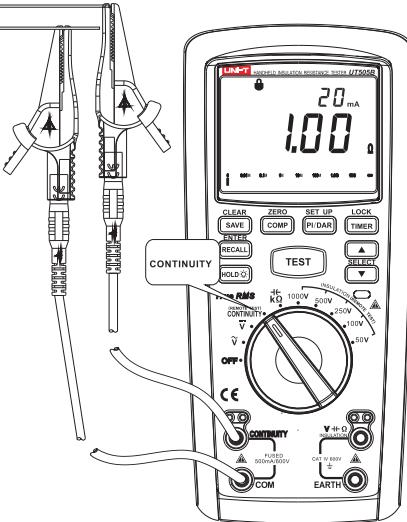

图6
3、CONTINUITY测量(见图6)
- ① 将红色表笔插入“CONTINUITY”插孔(红色孔), 黑色表笔插入COM插孔(黑色孔)。
- ② 将转盘开关旋转置“CONTINUITY”档位, 并将表笔并联到待测电路中。
- ③ 按下“TEST”按钮, 显示屏显示测量值。
- ④ 在测量过程中如果想保存测量电压值只需按下“SAVE /CLEAR”按键即可保存。
- ⑤ 为了保证测量准确度, 测量前需对仪表表笔做归零, 目的是去除表笔带来的误差; 具体操作为先将两表笔的鳄鱼夹短路, 按下“TEST”按键后, 屏幕读数显示低于2.00Ω的电阻值, 再长按“COMP/ZERO”3秒钟, 屏幕左上角显示“ZERO”符号, 并且屏幕读数显示为“0.00Ω”表示归零成功。在测试中, 若保险丝失效仪表屏幕会显示“FU FAIL”警告字符并停止测试, 提示用户保险丝已坏, 请更换保险丝后再使用。
- ⑥ 若想打开蜂鸣功能(当测试值 $\leq 3\Omega$ 时, 蜂鸣器会长叫), 请在SET UP功能中设置, LCD显示“bu ON”或“bu OFF”通过上下键切换成OFF按ENTER键关闭蜂鸣功能, 切换成ON按ENTER键开启蜂鸣功能。在蜂鸣功能使用时请确定关闭了比较功能。